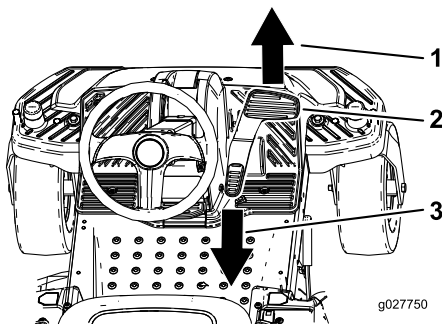

Figura 13
3. Ponga el pie sobre el pedal de control de tracción y pise lentamente la parte superior del pedal para desplazarse hacia adelante, o presione la parte inferior del pedal para desplazarse hacia atrás (Figura 13).